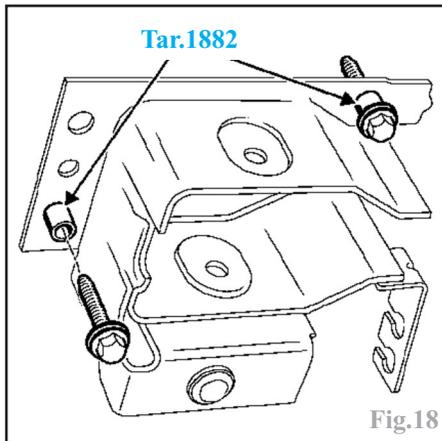

Fig.18
-centrer le train arrière à l'aide de l'outil (Tar. 1882) (Fig.18).